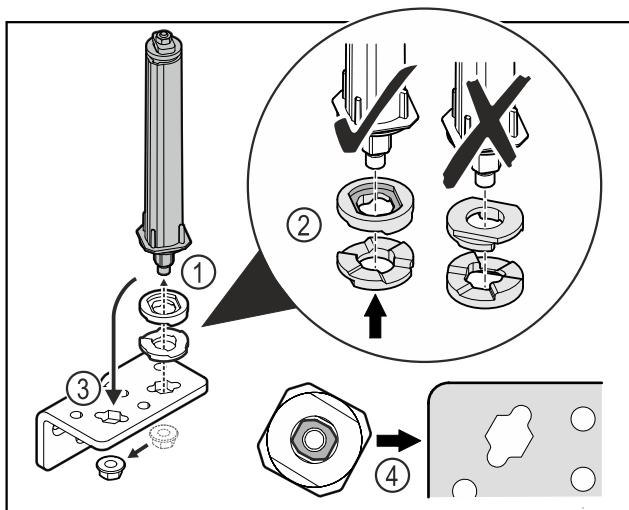

Fig. 38
- ▶ Развийте гайката и свалете затварящата система на вратата Fig. 38 (1).
- ▶ Обърнете внимание на правилното подравняване на шайбите за регулиране на височината Fig. 38 (2).
- ▶ Преместете затварящата система на вратата в ъгъла на пантата и я фиксирайте с гайката Fig. 38 (3).
- ▶ При поставяне се уверете, че затварящата система на вратата е правилно подравнена Fig. 38 (4).